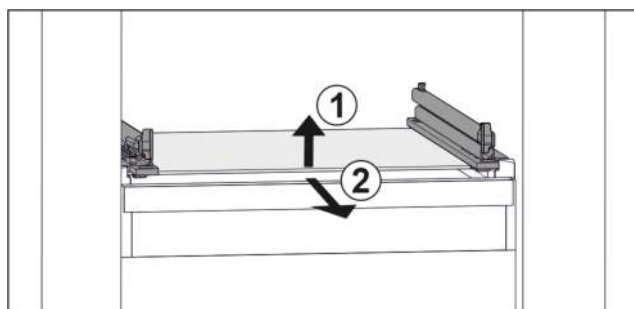

Fig. 144 Beispielhafte Darstellung der Glasplatte
- Glasplatte vorne anheben. Fig. 144 (1)
- Glasplatte nach vorne entnehmen. Fig. 144 (2)